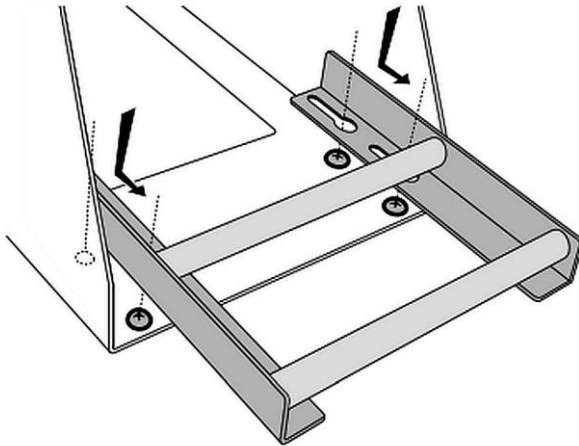

Рис. 3
3. Тримавши деталі разом, встановити їх на 4 головки гвинтів (рис. 3).